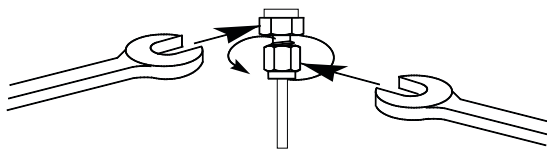

图 56. 最终拧紧
- 8 对于 1/8 英寸的 Swagelok 接头，请使用一对 7/16 英寸的扳手将接头拧紧 3/4 圈。请参阅图 56。
对于 1/4 英寸的接头，请使用一对 9/16 英寸的扳手将其拧紧 1-1/4 圈，如图 56 所示。